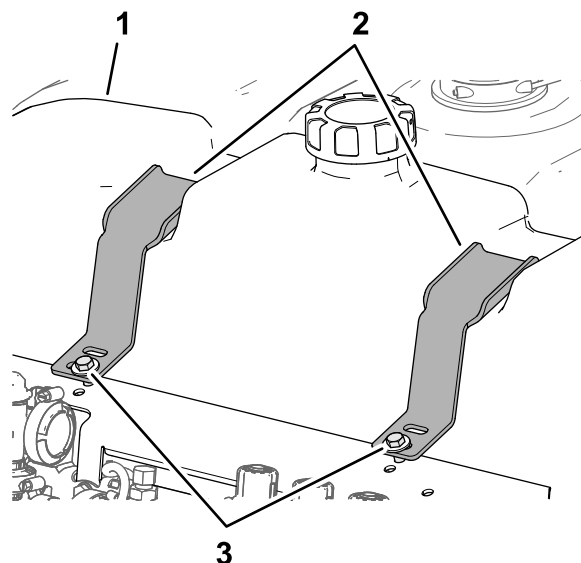

Figure 42
1. Remplissez le réservoir de rinçage d'eau propre (Figure 42).
2. Vérifiez le jeu entre les dispositifs de maintien et le réservoir de rinçage (Figure 42).
3. Si vous constatez un jeu, serrez les boulons et les contre-écrous à embase jusqu'à ce que les dispositifs de maintien soit parfaitement appuyés contre le réservoir de rinçage (Figure 42).